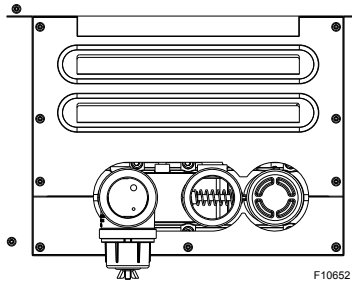

Figure 27. Panneaux d'accès
1. Retirez les panneaux d'accès côtés droit et gauche. Voir **Figure 27**.